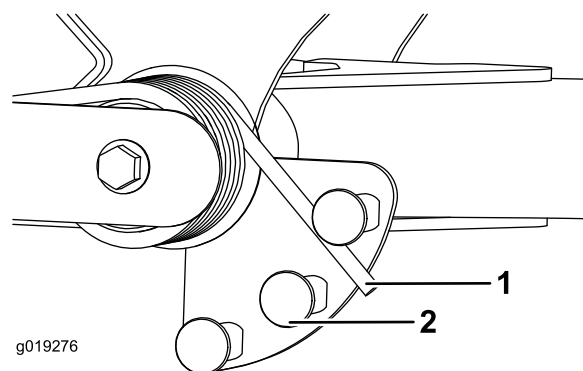

Figure 35
- Insérez un tube ou un objet similaire sur le ressort long et le faire pivoter autour de l'actionneur de ressort à la position voulue (Figure 35).